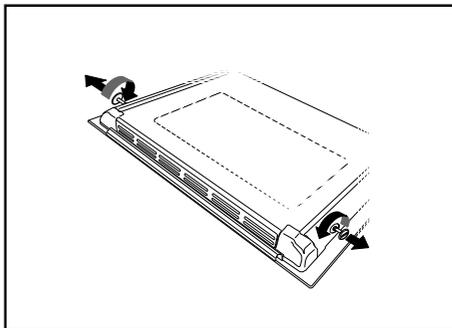

Рис. 26
4. Положите дверцу на устойчивую поверхность, следя за тем, чтобы не поцарапать стекло. Затем снимите два винта по краям дверцы духового шкафа (Рис. 26).